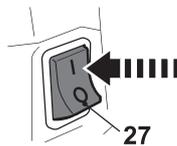

Fig. 21
1. Vérifiez que la poignée de frein (11) est bien enclenchée(voir plus haut).
2. Avant de lancer le moteur, assurez-vous que la chaîne (14) n'est pas en contact avec quoi que ce soit.
3. Mettez l'interrupteur (27) sur « I » (Fig.21) .